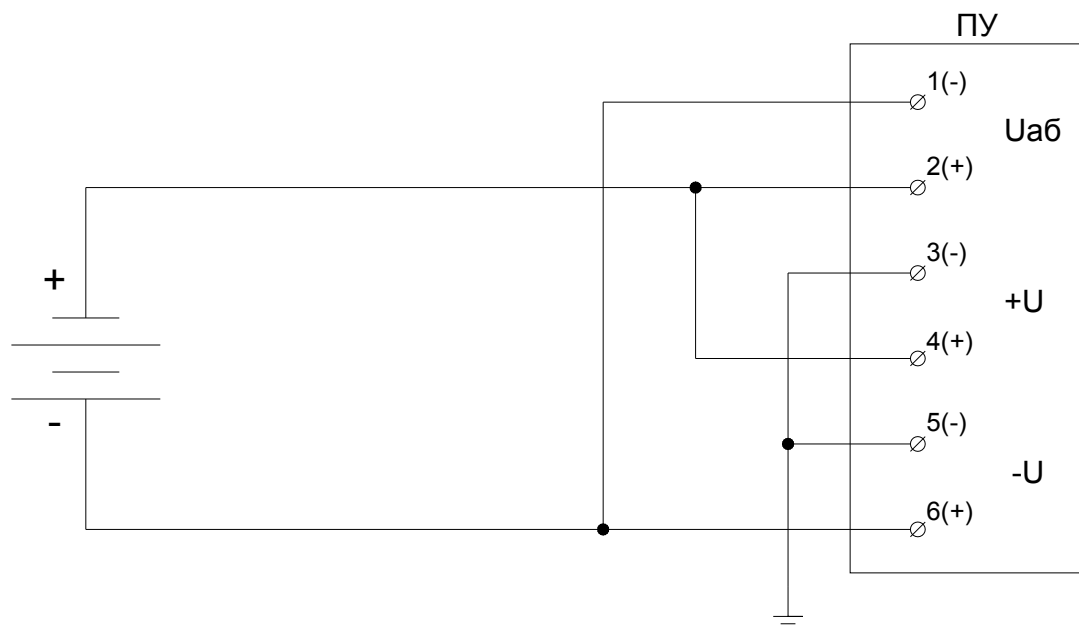

Рисунок 23 Схема подключения цепей напряжения постоянного тока
5.4.4.10 Входы аналоговых сигналов для измерения напряжения постоянного тока подключить в соответствии со схемой рисунок 23 или 24